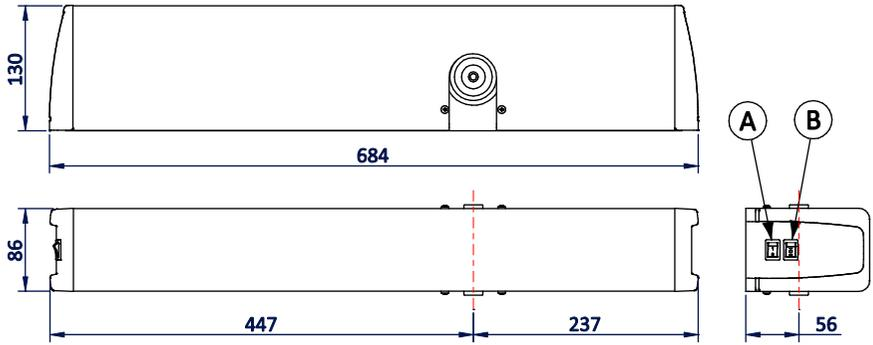

Fig.1
- 4- riassemblare tutti i componenti di ogni singolo Proswing scollegando dall'automatismo Slave il pulsante di selezione logiche (Fig.1 B).